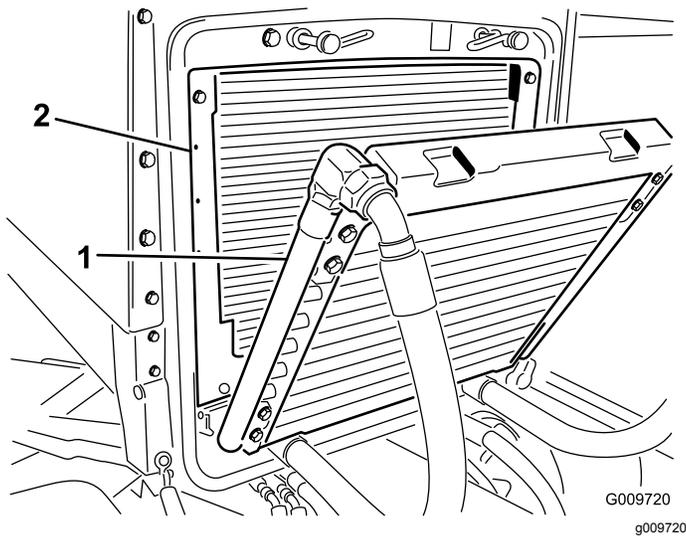

**Figura 56**
2. Rode os trincos (Figura 56) que fixam o dispositivo de arrefecimento de óleo ao chassis.